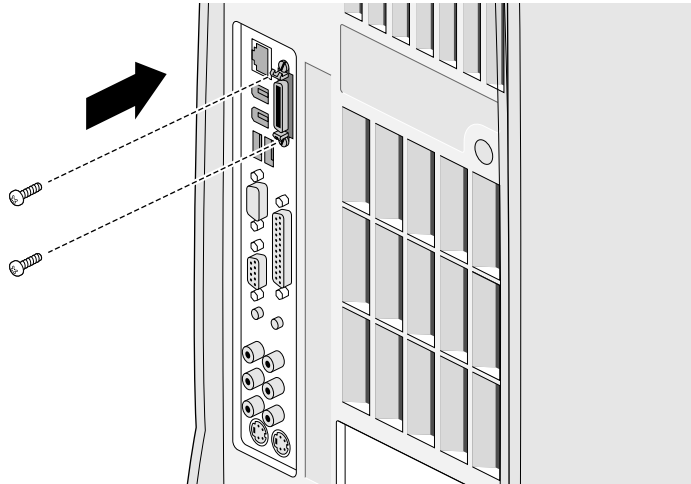

Abbildung 5-10 Einsetzen der Schrauben bei der Erweiterungskarte für den Flachbildschirm
11. Setzen Sie die Schrauben wieder ein, und befestigen Sie die Erweiterungskarte am Gehäuse, wie in Abbildung 5-10 gezeigt.